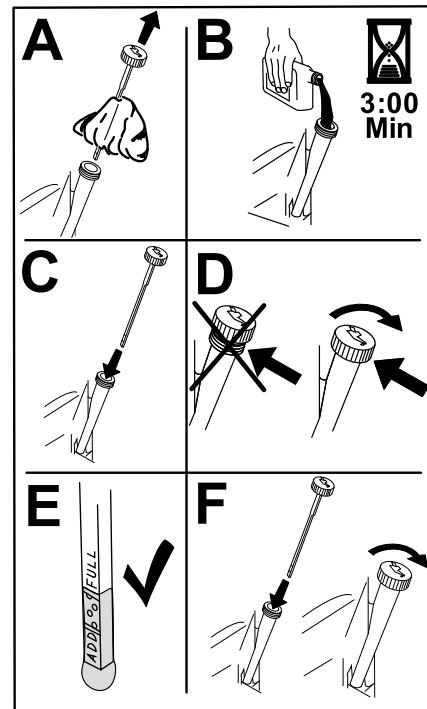

Figura 37
5. Vierta lentamente un 80% aproximadamente del aceite especificado por el tubo de llenado, luego añada lentamente el resto del aceite hasta que llegue a la marca de **Lleno** (Figura 37).
3. Llene el cárter con el tipo correcto de aceite nuevo (Figura 37).